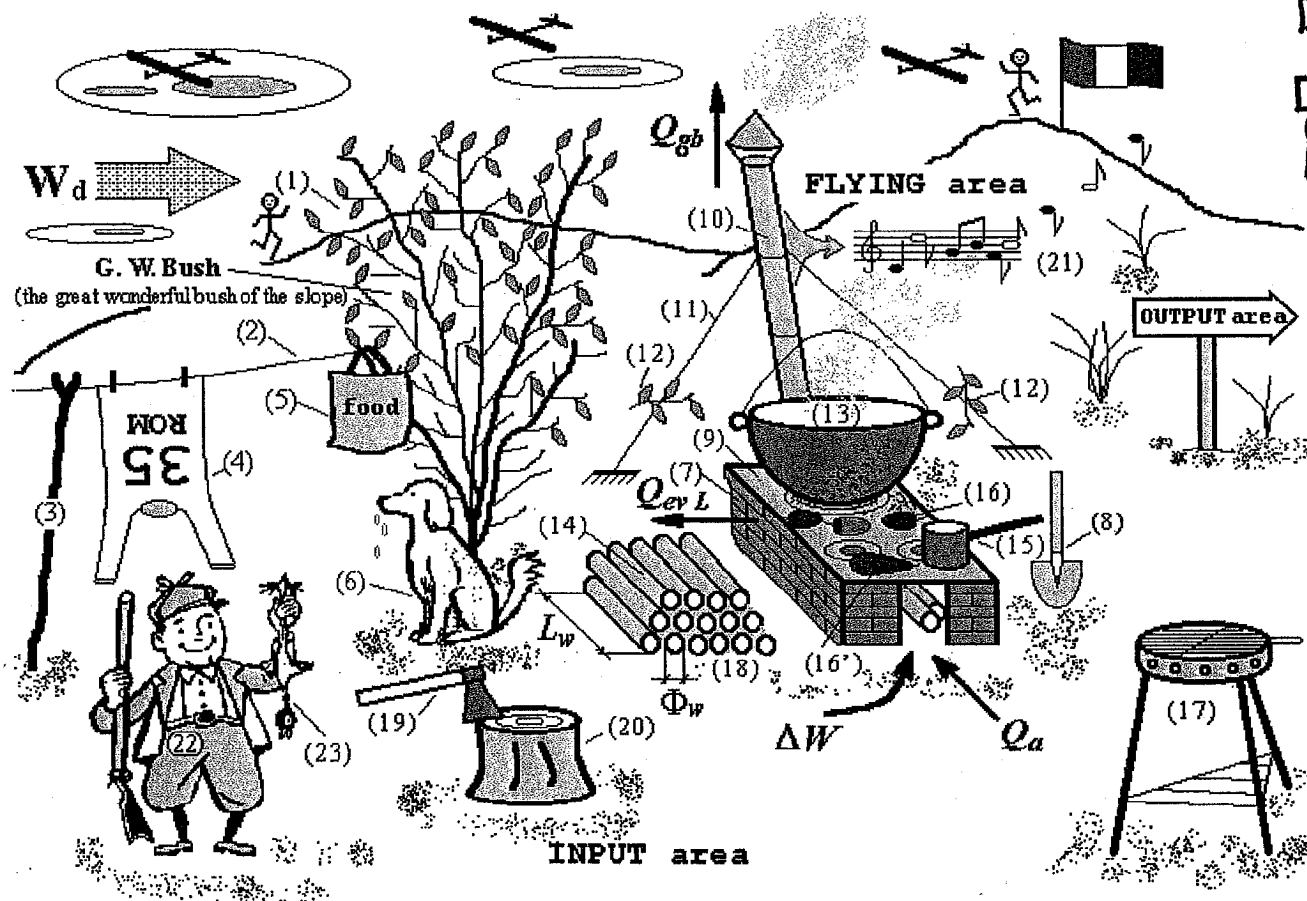

Figure 1 Le camp de base
À la différence de la conquête des grands pics du monde, comme l'Everest par exemple, la conquête des Championnats du Monde et des participants d'autres pays ou continents aussi se fait en installant le camp de base juste au sommet – sommet de la colline, pas des Championnats – dans un endroit à l'abri du sifflement du vent  $W_d$  (figure 1) et ayant comme élément définitoire le grand buisson (1), nommé encore „le grand et merveilleux buisson de la pente“ ou, en anglais, *G. W. Bush*. L'existence de celui-ci confère à l'association tribale du camp de base un sentiment de sécurité relative et présente l'avantage de posséder des branches sèches vers la base qu'on peut rompre par ceux qui s'occupent du feu, en vue de l'initiation rapide de la réaction d'oxydation du combustible solide que l'on va introduire dans la poêle classique de cuisine, les petites branches étant, dans le cas-là, un bon catalyseur.
Ces éléments n'ont pas pu être représentés dans la *figure 1*, parce que le dessein est déjà assez compliqué et il existe le risque que les gens ne puissent plus comprendre rien de la complexité des phénomènes normaux et paranormaux qui, de manière inévitable, apparaissent autour des membres du camp de base.